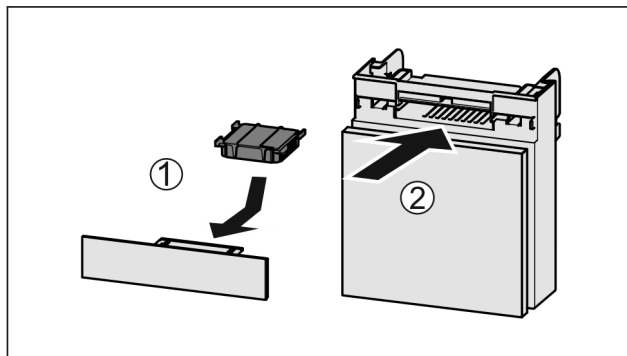

Fig. 89
- ▶ Introduzca el compartimiento Fig. 89 (2).